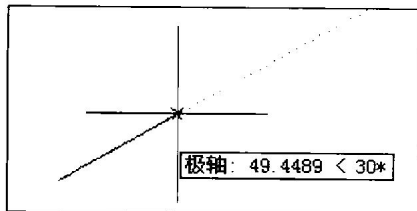
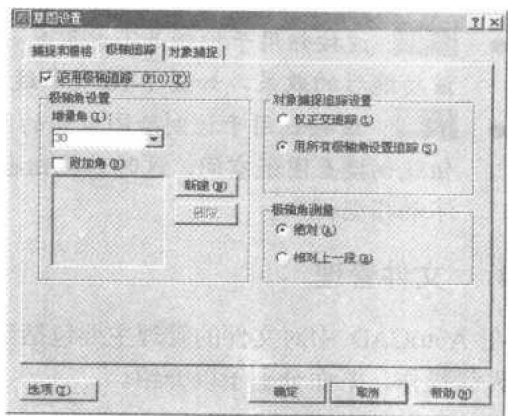

图 1-12 极轴追踪方式
图 1-13 设置极坐标捕捉模式
- **极轴**：该按钮用于控制是否启用极坐标捕捉模式，且其功能与**正交**按钮是互相排斥的，启用其中一个功能，另一个功能将自动关闭。当启用极坐标捕捉功能时，AutoCAD 将根据用户设定的极坐标角度增量自动计算新的极坐标方向，并在该方向上显示一条辅助线，光标将沿此辅助线移动，如图 1-12 所示角度增量为 30° 时的极坐标捕捉模式。极坐标角度增量在“草图设置”对话框的“极轴追踪”选项卡中设置，如图 1-13 所示。